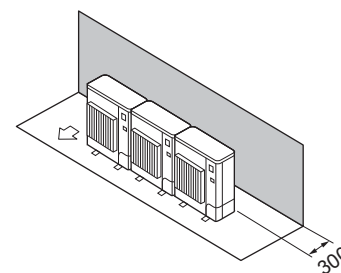

Fig. 2-8
① Obstáculos apenas na parte de trás (Fig. 2-8)